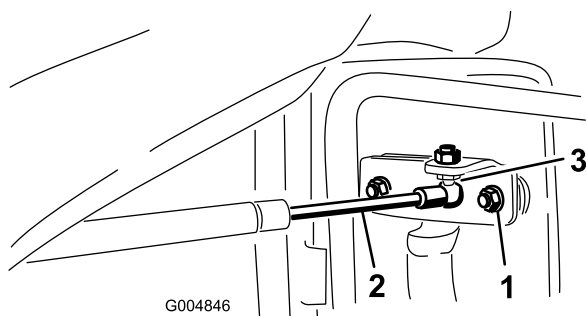

Figura 62
1. Rimuovete il fermaglio che fissa la presa del chiudiporta alla sfera della staffa dello sportello (Figura 62).